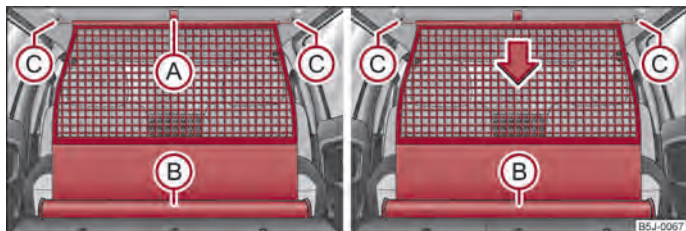

Fig. 54 Extragerea/rularea în sus a peretelui despărțitor din plasă
- Trageți plasa de curelușă (A) din carcasa (B) ⇒ fig. 54.
- Așezați bara transversală în locașul (C), mai întâi într-o parte.
- Trageți bara în spate din suporturile din plafon, mai întâi pe o parte, apoi pe partea cealaltă, și scoateți-o din suporturi (C) ⇒ fig. 54.
- **Susțineți** bara transversală astfel încât peretele să se poată rula încet și fără să se deterioreze, în carcasă (B).